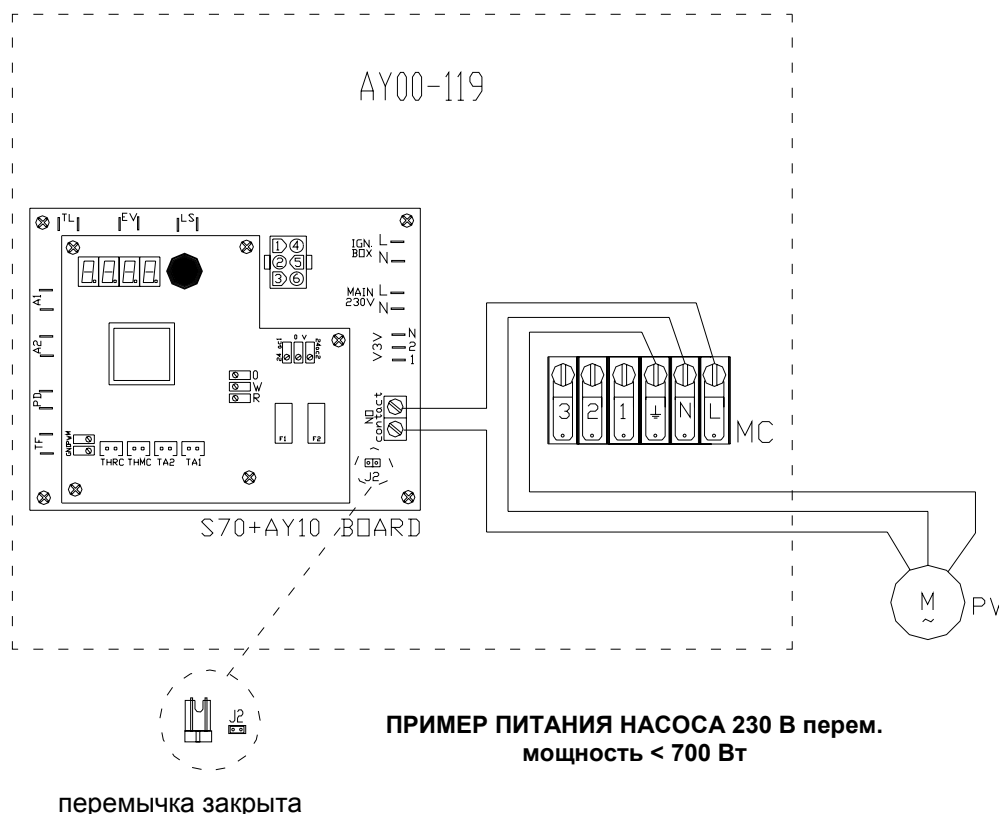

Рисунок 35 - Серия "AY": пример электрического соединения насос/аппарат с насосом 230 В перем. (мощность < 700 Вт), управляемым напрямую аппаратом
Соединение для систем с 1 насосом 230 В перем. (с потребляемой мощностью <700 Вт) и 1 аппаратом "AY" или 1 насосом 230 В перем. (с потребляемой мощностью <700 Вт) для каждого отдельного аппарата "AY" выполняется следующим образом (Рисунок 35):
В этом конкретном случае электропитание (230 В перем.) насоса может быть получено напрямую на зажимах "L/N" горизонтальной зажимной коробки "MC", расположенной внутри аппарата (пример Рисунок 35).
2. Подготовить кабель, подходящий для данного соединения (пример Рисунок 35).
3. Найти зажимы "L/N" на горизонтальной зажимной коробке (MC) и зажимы "NO Contact" на схеме "S70" внутри электрощита и выполнить соединения как показано на Рисунок 35.
4. Найти переключку "J2" на схеме "S70" (расположена внизу справа, под контактами "NO Contact") и убедиться в том, что она находится в положении, показанном в детали "переключка закрыта" на Рисунок 35.